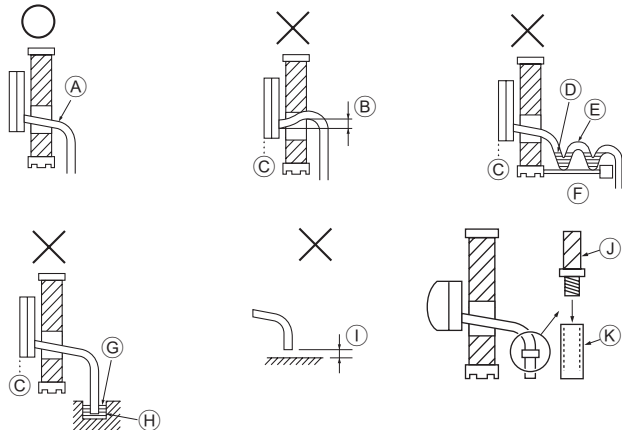

Fig. 5-1
- (A) Tubo de gas
- (B) Tubo de líquido
- (C) Cable de conexión interior/exterior
- (D) Cinta de fieltro ③
5.1. Tubería de drenaje (Fig. 5-1)